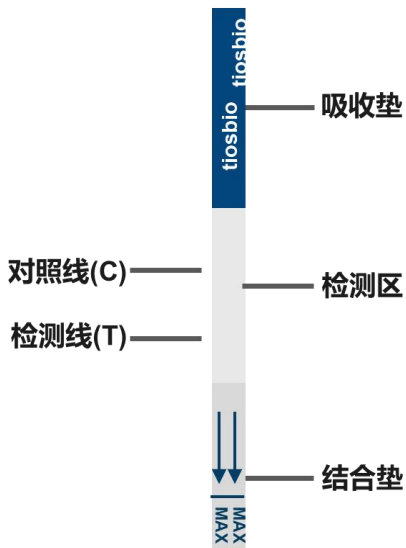

图2 单靶标一次性核酸检测试纸条结构示意图
(1) 不能打开阴性对照的管盖！按照待检样本，阳性对照的顺序，每份待检样品吸取 5 微升裂解液上清液添加至反应液后，扣紧待检样品反应管管盖。再将 5 微升阳性对照加入阳性检测反应管内，扣紧阳性对照反应管管盖。
(2) 盖好管盖，瞬时离心。使用涡旋振荡器振荡混匀 8 至 10 秒后，瞬时离心（该操作重复 2 至 3 次，确保各组充分混匀），最后瞬时离心收集溶液，即可完成检测反应管的制备。制备完毕的反应管放在提前预热至 39℃ 的恒温仪上反应 16 分钟。
(3) 反应完成后，吸取 5 微升扩增产物至已加入 245 微升超纯水的 1.5 毫升离心管内，做好标记，涡旋混匀。
(4) 单靶标一次性核酸检测试纸条结构示意图如图 2 所示，将试纸条的浸液区端（标示蓝色箭头的一端）插入装有扩增产物稀释物的 1.5 毫升离心管内，液面不得超过浸液区的 MAX 指示线，待判读区全部浸润（约需 60 秒），将试纸平放 1 分钟以上，等待检测线（T 线）出现。根据试纸条显色情况直接读取检测结果。10 分钟内观察结果，10 分钟后判读无效。
(5) 将核酸检测试纸条的浸液区端插入装有扩增产物稀释液的离心管，待判读区全部浸润后，根据试纸条显色情况直接读取检测结果，这一过程约为 3 分钟。